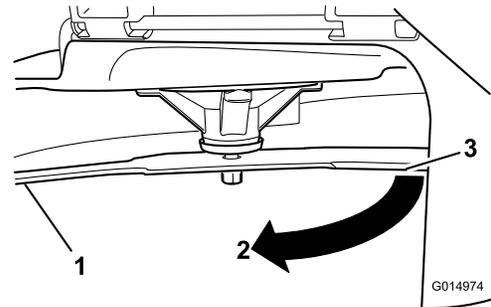

Figura 79
4. Gire la misma cuchilla 180 grados de manera que el otro extremo esté en la misma posición (Figura 79).